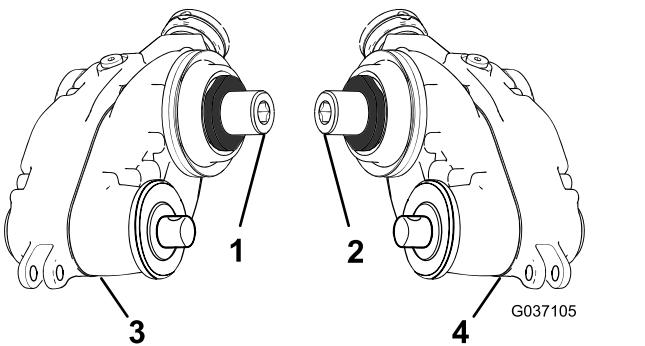

Рисунок 6
- Определите левый и правый блоки привода механической щетки; см. Рисунок 6.